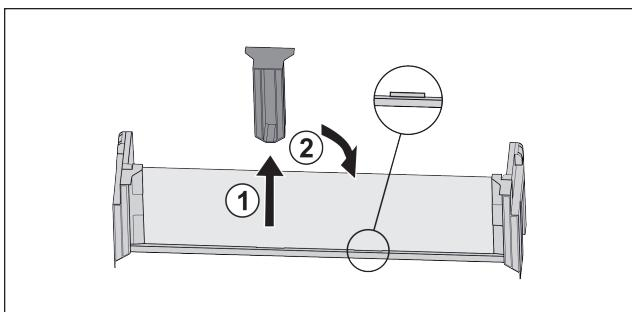

Fig. 83 \*
- ▶ Снимите среднюю поддерживающую деталь Fig. 83 (1).\*
- ▶ Вставьте среднюю поддерживающую деталь во вторую позицию Fig. 83 (2).\*